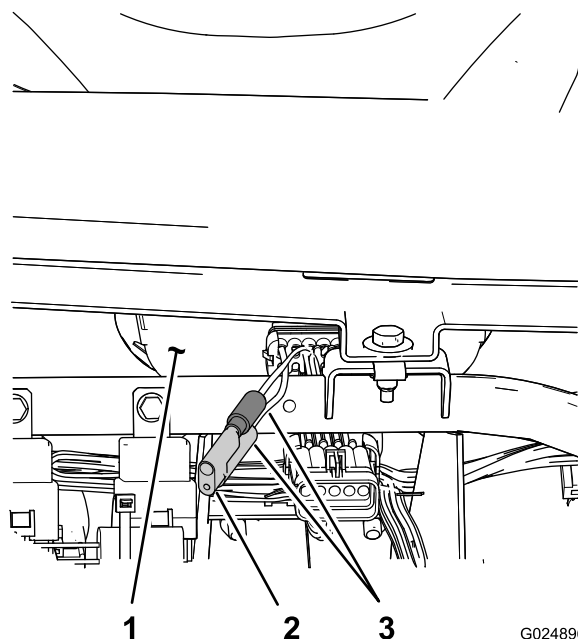

Figura 83
3. Localize os 2 fios soltos próximos do velocímetro (Figura 83).
4. Remova o conector da cablagem e ligue os fios em conjunto (Figura 83).